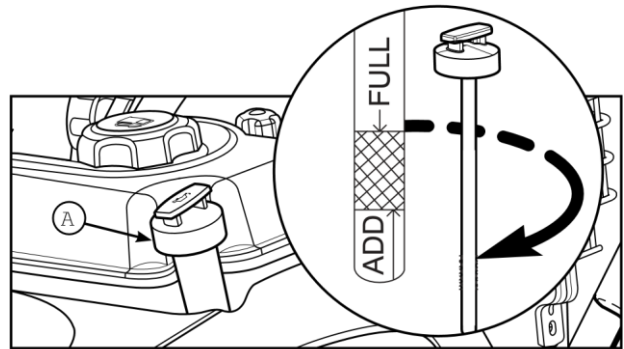

Рис. 3
2. Выньте крышку маслоразливной горловины/ масляной щуп (а, рис. 3) и вытрите ее/его чистой тряпкой.